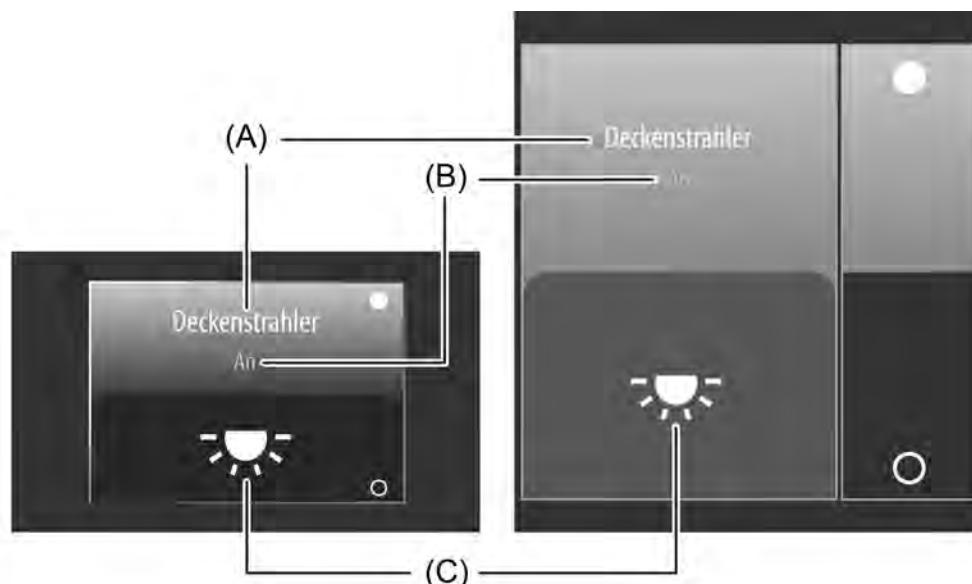

Bild 28: Beispiel für Bedien- und Anzeigeelement der Kanalfunktion "Schalten"
Der Anzeigebereich enthält verschiedene Darstellungselemente (Bild 28), die durch ETS-Parameter beeinflusst werden. Jedem KNX Kanal kann in der ETS eine Bezeichnung vergeben werden (A). Diese Text-Bezeichnung wird im Anzeigeelement zentriert zur Anzeige gebracht, wodurch steuerbare KNX Funktionen für den Anwender kenntlich gemacht werden (z. B. "Deckenstrahler"). Zusätzlich kann unterhalb der Bezeichnung ein Statustext (B) eingeblendet werden, der abhängig vom Objektwert der Schaltstatus-Rückmeldung ("0" / "1") unterschiedliche Texte im Display visualisiert (z. B. "Aus" / "Ein" oder "Abwesend" / "Anwesend"). Solange nach einem Gerätereset noch kein Rückmeldungs-Objektwert empfangen wurde, zeigt der Statustext "---" an.